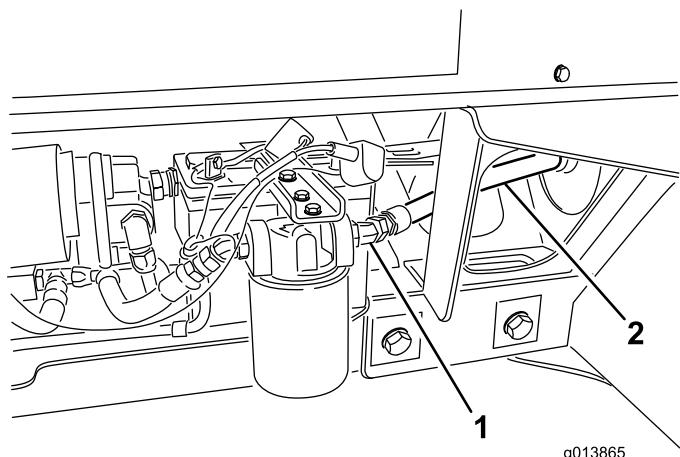

Bild 11
- Schließen Sie den Hydraulikschlauch Nr. 3 an den Filterauslass an (Bild 11).